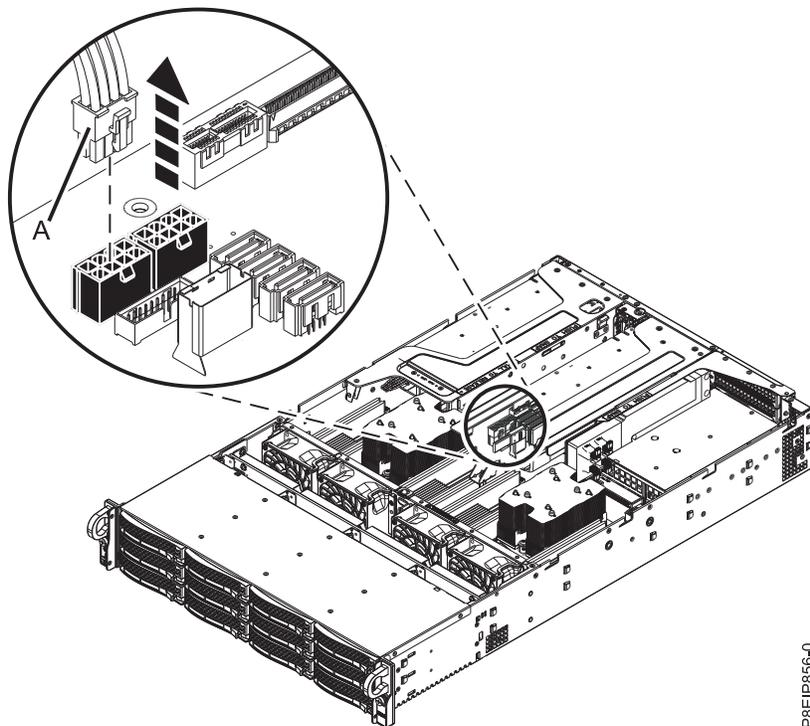

Figura 62. Desconectando o cabo de energia da GPU
- a. Retraia o pino de retenção (A) de modo que a seta aponte para o sistema.
- c. Se o riser contiver uma GPU, desconecte o cabo de energia da GPU (**A**) do painel traseiro do sistema conforme mostrado na Figura 62. Com o polegar, pressione a trava de liberação no conector para remover o cabo.